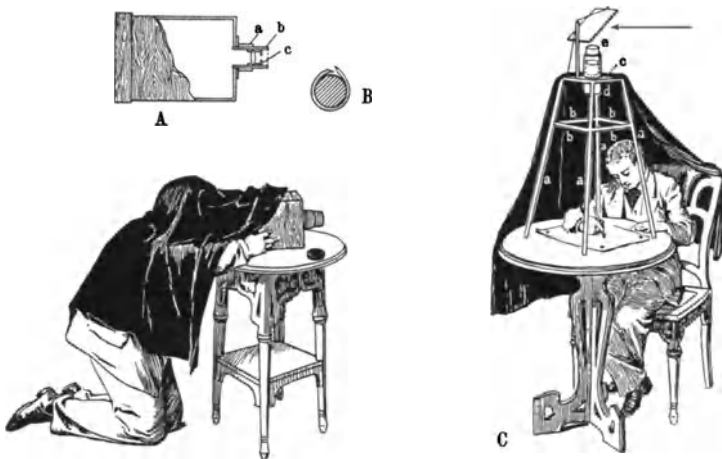

Fig. 71. Die Linsenkamera.
Ist die Brennweite der verfügbaren Linse etwa 20 cm, so ist ein Pappkasten geeignet, dessen Tiefe etwa ebenso groß ist. Man schneidet dann in die Mitte der Vorderwand ein Loch, fast so groß wie die Linse, und klebt auf seinem Rande ein vielleicht 3 bis 4 cm weites Papprohr *a* (Fig. 71, A) auf, in dem sich ein zweites, längeres Papprohr *b*, das die Linse enthält, leicht, aber genau anschließend und lichtdicht, verschieben läßt. Die Röhren stellt man leicht her, wenn man die nicht zu starke Pappe um ein rundes Holz von passendem Durchmesser legt, an den Rändern, soweit sie übereinander zu liegen kommen, schräg feilt oder schneidet, mit gutem Leim verklebt und mit Schnur fest umwickelt (Fig. 71, B). Die Linse kann in der Röhre durch zwei Sperrringe aus Pappe festgesetzt werden.
Hat man auf diese Weise scharf eingestellt, so ist es nötig, die Linsenöffnung etwas abzublenden, da sie sonst an den Rändern unscharfe Bilder liefert. Dies geschieht sehr einfach durch Vorsetzen einer kreisrunden, in der Mitte mit einer Öffnung von etwa $\frac{1}{2}$ cm Durchmesser versehenen Pappscheibe vor die Linse, wie es in Fig. 71, A bei *c* angedeutet ist. Darauf verschließt man noch die Röhre mit einem lichtdichten Deckel, merkt sich genau mit Kreide die Stellung der
*** Spiegellkamera** begegnen. Sie soll die Bilder auch etwas größer liefern und vornehmlich das Nachzeichnen auf einem weißen Papierbogen ermöglichen. Ein Pyramidengestell von 1 m Höhe (vgl. Fig. 71, C) wird aus den vier leichten Latten *a*, den versteifenden Querlatten *b* und dem Kopfbrett *c* so aufgebaut, daß die Füße etwas gespreizt stehen und erlauben, den Kopf und den Arm in das Gestell hineinzubringen*). Das Kopfbrett trägt die Pappröhre *d* und in dieser verschiebbar das Rohr *e* mit der Linse. Diese ist der am schwersten zu beschaffende Teil des ganzen Apparates, denn die Linse muß eine große Öffnung haben, um helle Bilder zu geben, und eine lange Brennweite, in unserem Falle über 1 m, um die Bilder scharf einstellen zu können. Sie ist auch nicht billig und würde für uns unerschwinglich sein, wenn es eine sogenannte achromatische Linse, d. h. eine Linse, welche die Umrisse der Gegenstände ohne farbige Ränder gibt, sein müßte. Es genügt aber jede ordinäre Linse (Brennglas) von 8 bis 10 cm Durchmesser und der angegebenen Brennweite. Man bekommt sie oft sehr billig bei einem Optiker, dem sie aus irgend einem Grunde, durch Kratzer auf ihrer Oberfläche oder einen kleinen